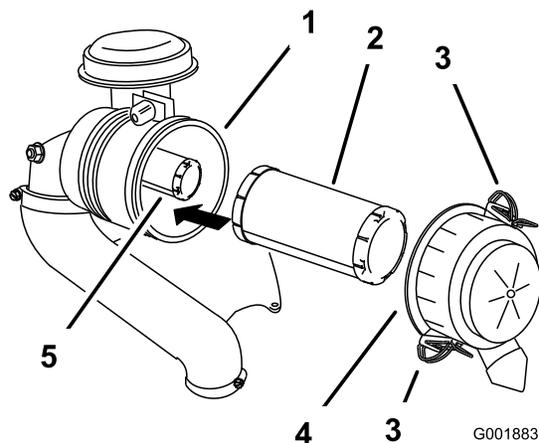

Рисунок 40
3. Відпустіть фіксатори на повітряному фільтрі і витягніть кришку повітряного фільтра з його корпусу (Рисунок 40).
5. Акуратно витягніть фільтр первинного очищення повітря з корпусу повітряного фільтра (Рисунок 40).
2. При виконанні заміни внутрішнього фільтра акуратно вставте його в корпус фільтра (Рисунок 40).
3. Акуратно просуньте фільтр первинного очищення повітря над захисним фільтром (Рисунок 40).
4. Встановіть кришку повітряного фільтра та закріпіть фіксатори (Рисунок 40).